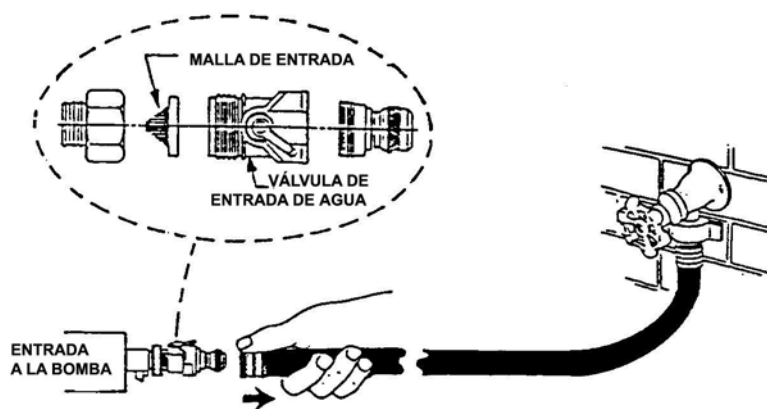

Fig. 2
2. La malla de entrada debe limpiarse antes de cada uso, para evitar que la bomba o el pulsador sufran daños. Para limpiarla, quite la manguera tirando hacia atrás del accesorio de desconexión en la válvula de entrada de agua (Fig. 2). Quite la válvula y la malla. Enjuague muy bien la segunda con agua. Vuelva a colocar la malla, la válvula y la manguera.